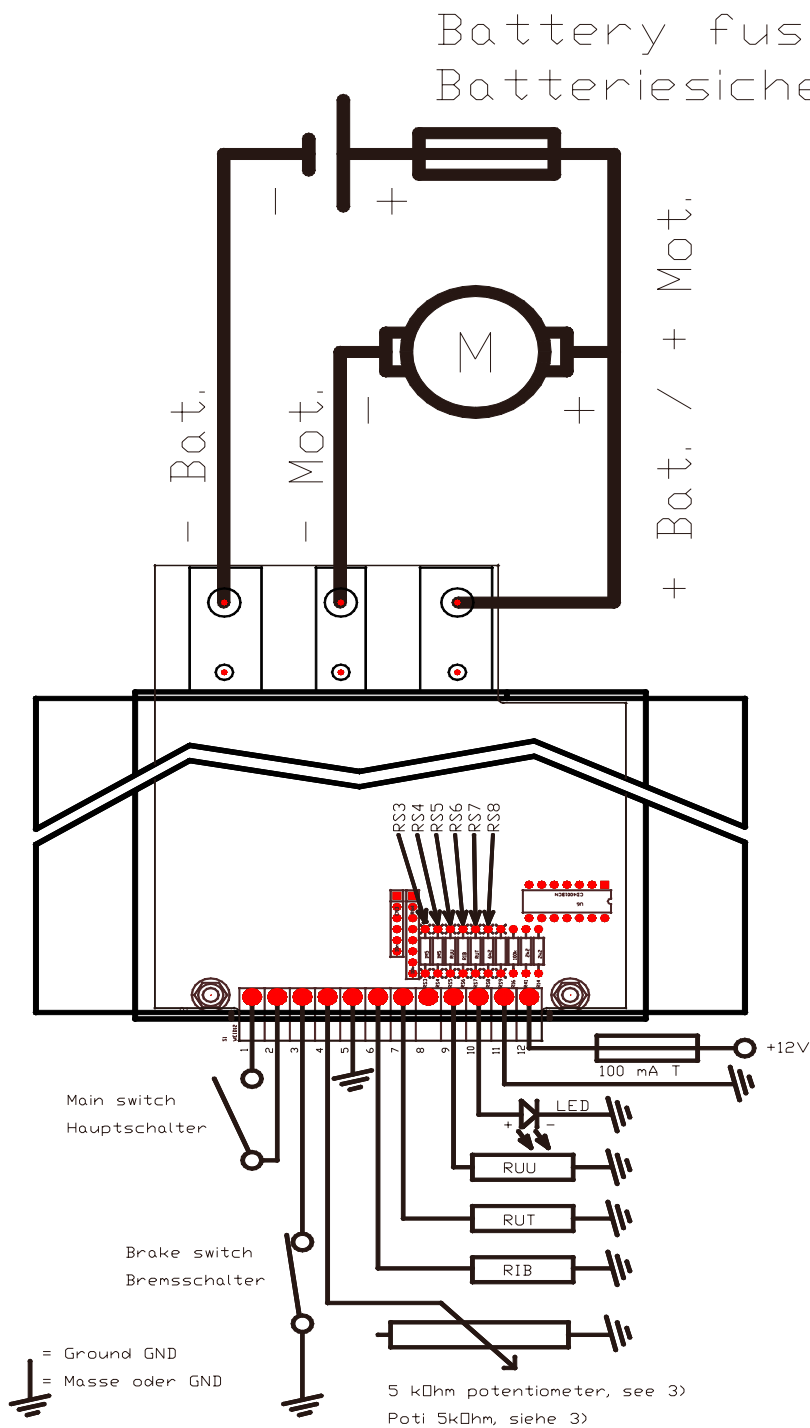

Fig. 2
*Connecting the battery terminals the wrong way round (reversed polarity) could seriously damage or destroy the controller. However, this cannot occur under normal operating conditions as reversing these terminals will cause the battery fuse to blow. The battery fuse is installed by the user in the power circuit (fig. 2).*
Ein verkehrtes Anschliessen der Batterieklemmen (Vertauschen von Plus und Minus) an der Gleichstromsteuerung kann fatale Konsequenzen für diese zur Folge haben. Dieser Fall kann allerdings im normalen Betrieb nicht auftreten. Die vom Anwender installierte Batteriesicherung (Fig. 2) im Leistungskreis wird bei einem verkehrten Anschliessen dieser Klemmen durchbrennen.